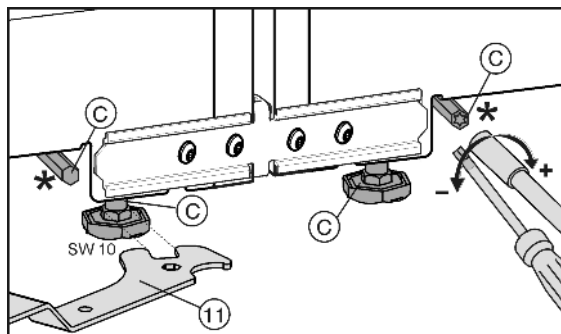

Fig. 8
De forreste justerbare fødder kan justeres med den vedlagte gaffelnøgle Fig. 8 (11), de bageste justerbare fødder* kan justeres med en Torx® 25 - skruetrækker.